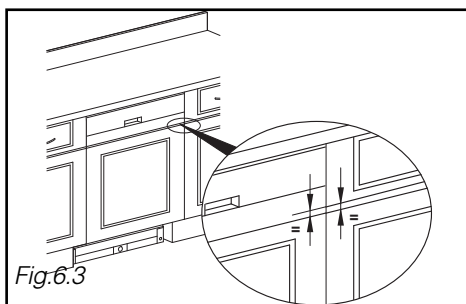

Fig. 6.3
- Meet de afstand op tussen de lade en het deurpaneel van het meubelstuk dat eraan staat (Fig. 6.3).